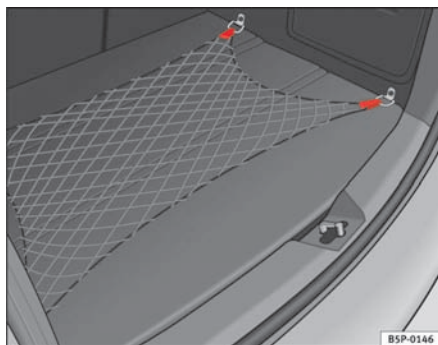

Fig. 109 Bagagerumsnet
- Anvend øjerne i bagagerummets sider til fastgørelse af bagagerumsnettet ⇒ fig. 109.